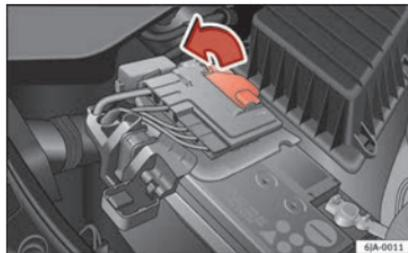

Fig. 211 Bateria: abertura da tampa.
– Abra a tampa da bateria no sentido da seta **»» Fig. 211.**